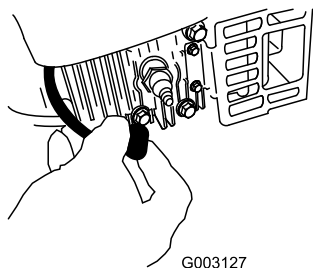

Figura 33
2. Staccate il cappello dalla candela (Figura 33) prima di eseguire interventi di manutenzione.